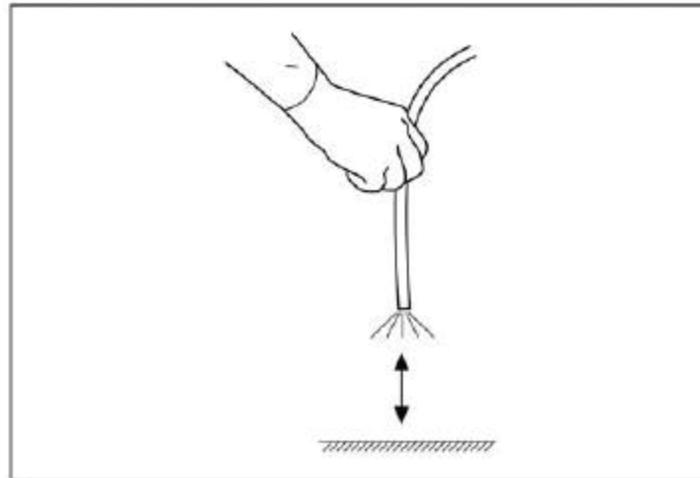

Fig 3.3
3. Dirigez l'extrémité distale de l'endoscope vers un objet approprié et éloignez-vous de l'objet sur une distance comprise entre 1 et 6 cm. Vérifiez que la luminosité de l'image à l'écran reste constante. (Fig 3.3)